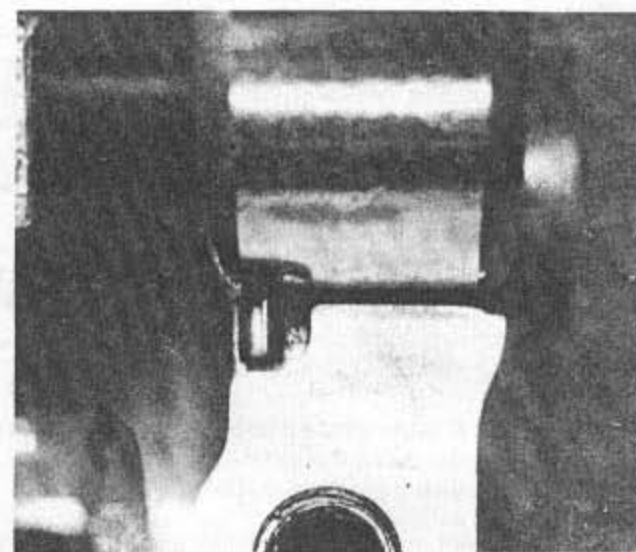
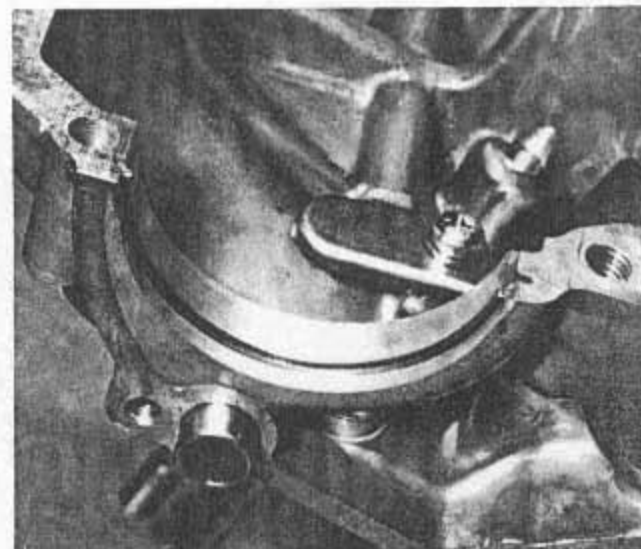
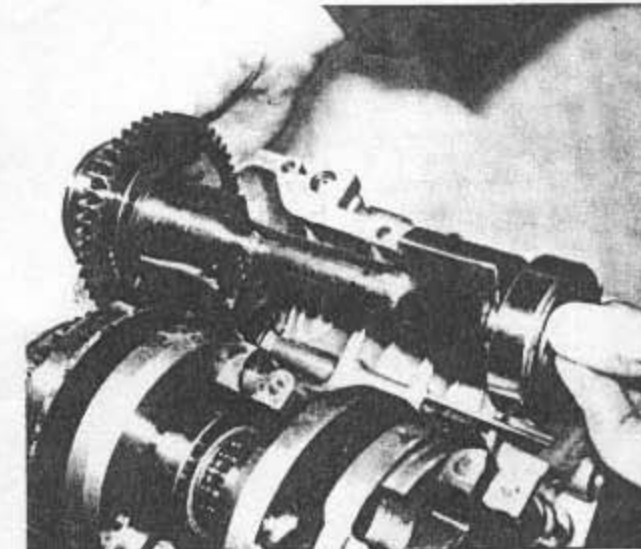

Bild 91
Bild 88
Bild 89
- Der Lagerhalbring des linksseitigen Ausgleichwellenlagers wird in seine Nut in der oberen Gehäusehälfte eingelegt (Bild 88). Beide Lager werden ähnlich wie das Kurbelwellenkugelhauptlager durch Passstifte geführt (siehe Bild 91). Die Ausgleichswelle wird ins Gehäuse eingelegt, ihr Zustand muss mit dem Antriebszahnrad auf der Kurbelwelle in Eingriff gebracht werden (Bild 89). Um zu gewährleisten, dass die Ausgleichswelle ihre